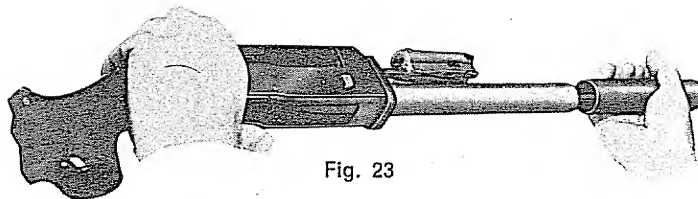

Fig. 23
c) Ponendo il gruppo calcio culatta con la finestra di espulsione verso l'alto, con la mano destra impugnare il manicotto (tav. 2^a - P) e sfilarlo verso l'avanti, facendo fuoriuscire il gruppo otturatore dalla culatta (fig. 23).
- c — hold stock-receiver assembly with the ejection port upward, with the left hand; with the right hand grasp the action bar sleeve (P - Table 2) and slide it forward off magazine tube to withdraw the bolt assembly from the receiver (fig. 23).
- c — *tenir l'ensemble crosse-boîte de culasse avec la fenêtre d'éjection vers le haut, avec la main gauche; avec la main droite saisir le manchon du bras de commande (table 2 - pièce P) et le séparer du groupe en le tirant vers l'avant pour faire sortir le groupe culasse mobile de la boîte de culasse (fig. 23)*